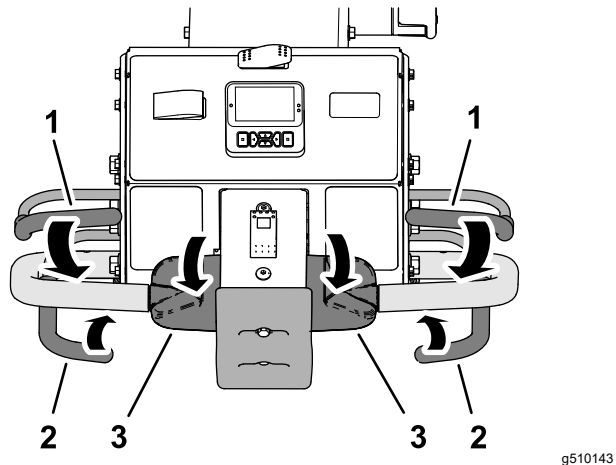

Figura 37
2. Aperte uma das pegas de presença do operador da barra de ligação, rode a parte superior do comando da tração para a frente e aperte a pega de arejamento (Figura 37).